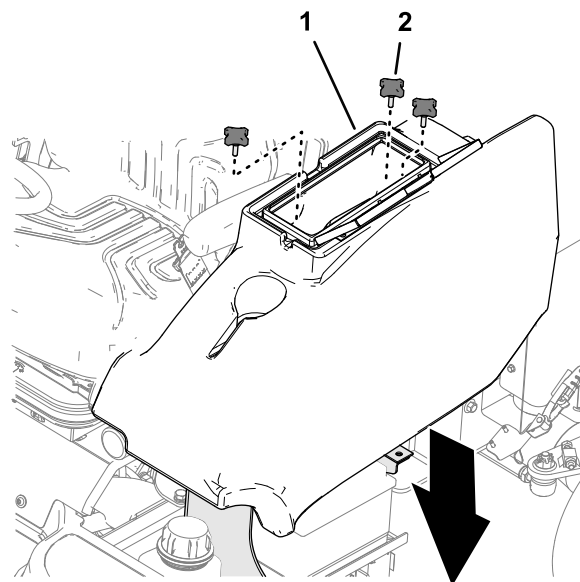

Figura 48
2. Montate il vano portaoggetti alla macchina con le 3 manopole (Figura 48).